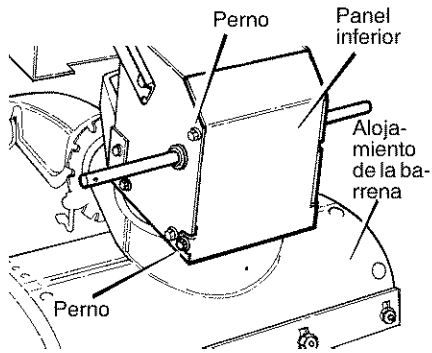

Figura 60
2. Afloje los **pernos** a cada lado del **panel inferior** (Figura 60).
13. Instale el **panel inferior** (Figura 60).